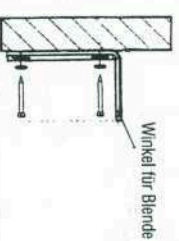

Abb. 2 Trägerposition anzeichnen (Wandmontage)
- b. Wandmontage Abb.2 und 3**
- bei Montage auf die Fassade (Wandmontage) Winkelblende nach Montage Abb. 2 und 3 auf dem Winkel für Blende befestigen (nieten oder schrauben)